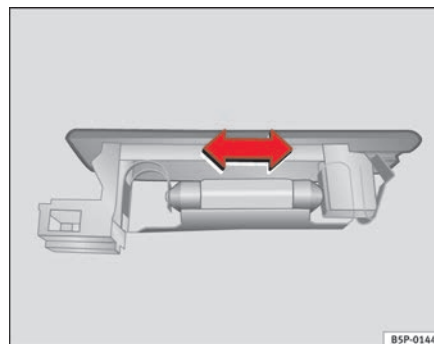

Abb. 161 Gepäckraumbeleuchtung
- Die Lampe zur Seite drücken und aus ihrer Halterung herausnehmen ⇒ Abb. 161. ■